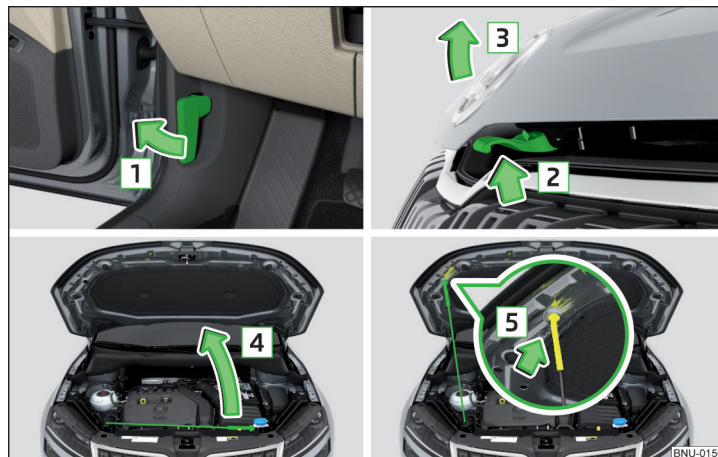

Fig. 296 Deschiderea capotei
- Deschideți portiera din față și trageți de maneta de deblocare aflată sub planșa de bord în sensul săgeții **1** » fig. 296.